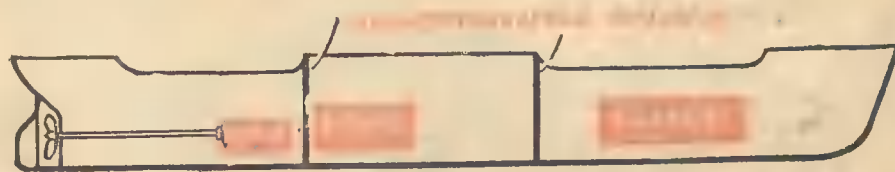

Рис. 15.
7. Теперь можно приступить к выполнению схемы расположения в модели ее двигателя, вала, батарей и т. п., также размещения водонепроницаемых переборок в корпусе (рис. 15).